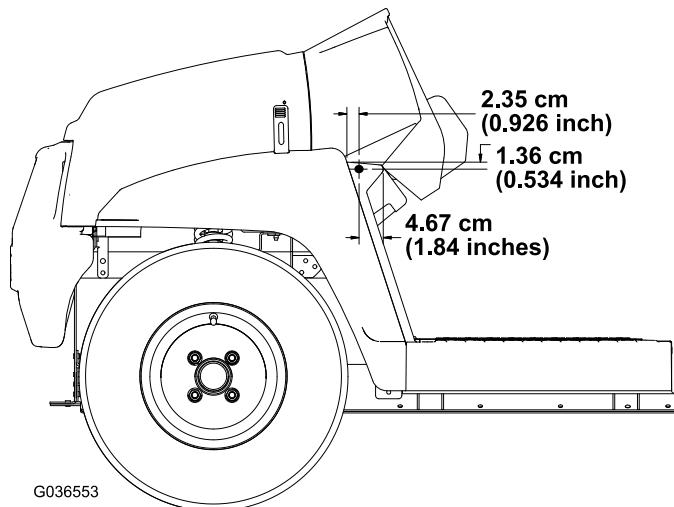

Figura 4
- 3. Utilizando as dimensões indicadas na Figura 4, faça um furo (5/16") no exterior da placa dos pés nos lados esquerdo e direito da máquina.